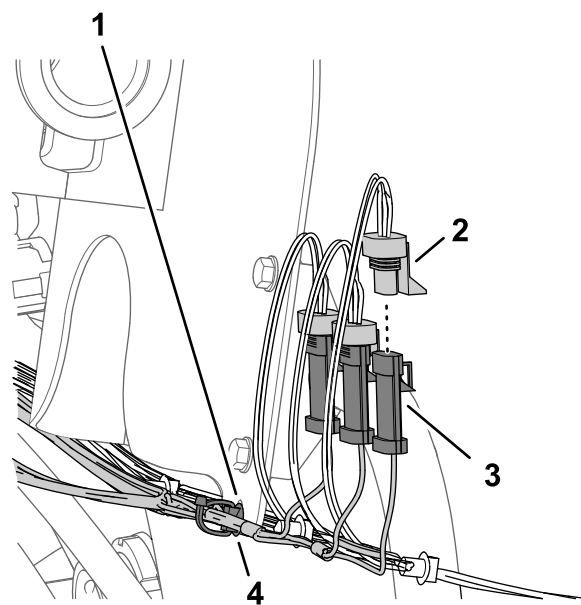

Figura 84
- Conecte el conector de 3 pines de la rama de 89 cm del arnés de cables marcado LEFT SPRAY al conector hembra de 3 vías del arnés de cables de la máquina marcado LEFT SPRAY VALVE (Figura 84).
- Conecte el conector de 3 pines del arnés de cables del kit marcado CENTER SPRAY al conector hembra de 3 vías del arnés de cables de la máquina marcado CENTER SPRAY VALVE (Figura 84).
- Conecte el conector de 3 pines del arnés de cables del kit marcado RIGHT SPRAY al conector hembra de 3 vías del arnés de cables de la máquina marcado RIGHT SPRAY VALVE (Figura 84).
- Introduzca la grapa del arnés de cables del kit en el orificio de la pestaña del soporte del caudalímetro (Figura 84).